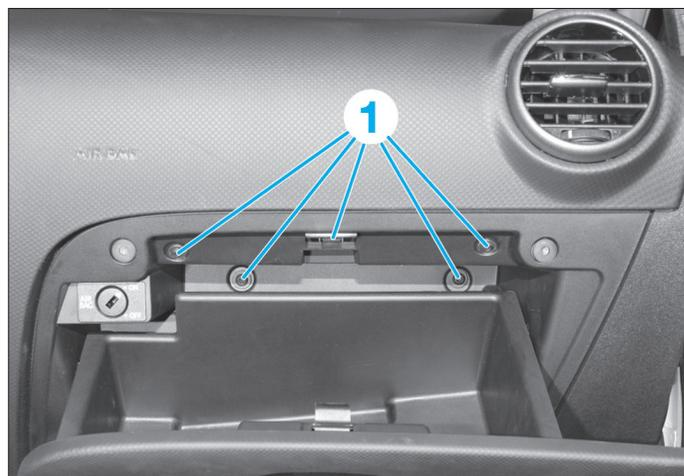

Fig. 11
- déposer les vis (1) (Fig.11),